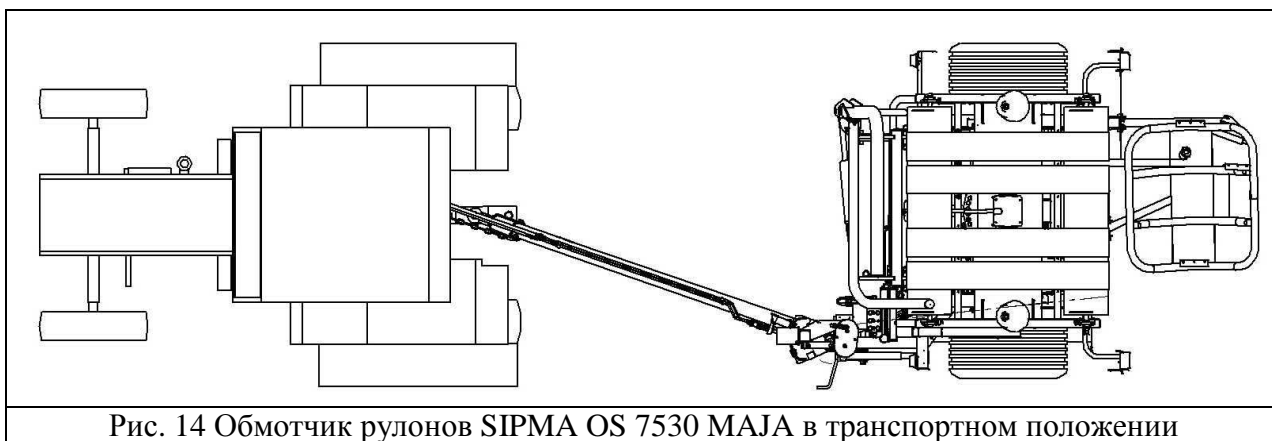

Рис. 14 Обмотчик рулонов SIPMA OS 7530 MAJA в транспортном положении
- **Переставить дышло в положение, предназначенное для транспортировки** (конусное отверстие, находящееся с правой стороны - наиболее наружу) Рис. 14. Для этого пригодится клин ля колес, имеющийся в оснащении машины.
Переставляя дышло в положение, предназначенное для "транспортной позиции" Рис. 14 подложить клин позади правого колеса, освободить защелку на дышле (вынимая шкворень из конусного отверстия и предохраня в этом положении), подать назад трактором, наблюдая перемещение дышла до момента, пока не сравняются конусные отверстия на дышле и на раме обмотчика, предохранить защелку (вкладывая шкворень в конусное отверстие). Вынуть клин из-под колеса и установить его обратно на обмотчике. Затем следует: